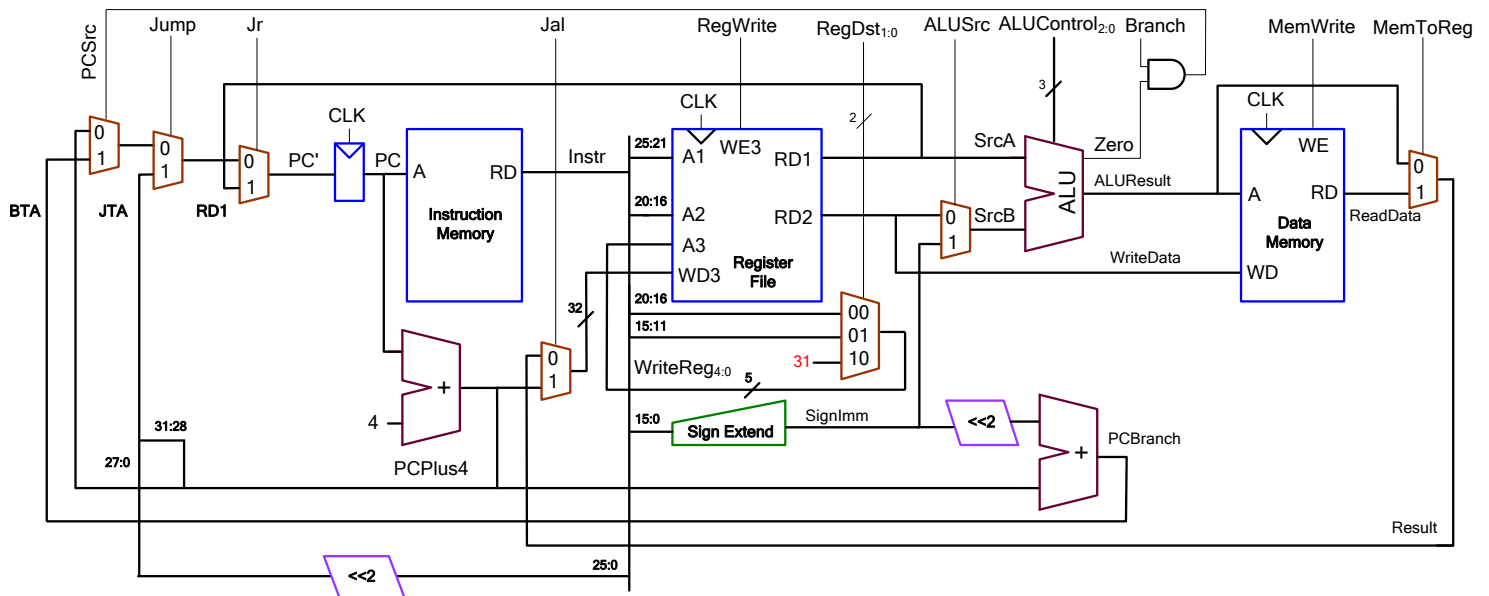

Figura II.2 - Datapath single-cycle com Jal e Jr
4) A **Figura II.2** representa uma implementação melhorada do *datapath* do MIPS, com suporte para a execução das instruções "**jal label**" e "**jr rs**".
a) Admitindo que a Unidade de Control gera o sinal **jalr**, modifique o *datapath* da **Figura II.2**, por forma a que suporte adicionalmente a execução da instrução "**jalr rs**". Assinale essa modificação na figura.